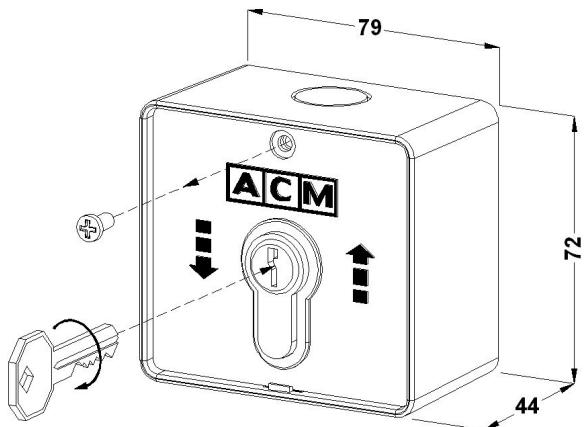
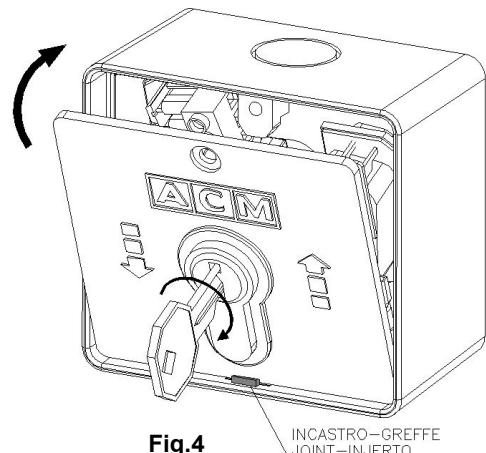

Fig.1
Fig.4
- I) Rimuovere la vite di fissaggio del coperchio ed inserire la chiave nella serratura. Ruotando la chiave in uno dei due versi, fare leva verso l'esterno per estrarre il coperchio del selettore (fig.1, fig.4);
F) Ôter la vis de fixation du couvercle et mettre la clé dans la serrure. Faire tourner la clé d'un côté ou de l'autre afin de faire levier vers l'extérieur et d'extraire ainsi le couvercle du sélecteur (fig.1, fig.4) ;
GB) Remove the screw from the cover and insert the key into the lock. Turn the key in one direction or the other, applying outwards pressure to detach the cover from the switch (fig.1, fig.4);
E) Retirar el tornillo de fijación de la tapa e introducir la llave en la cerradura. Girando la llave hacia uno de los dos lados, hacer palanca hacia fuera para extraer la tapa del selector (fig.1, fig.4);
- Reinserire il coperchio del selettore ruotando la chiave; prestare attenzione alla disposizione dei cavi all'interno e serrare il tutto con la vite (fig.4).